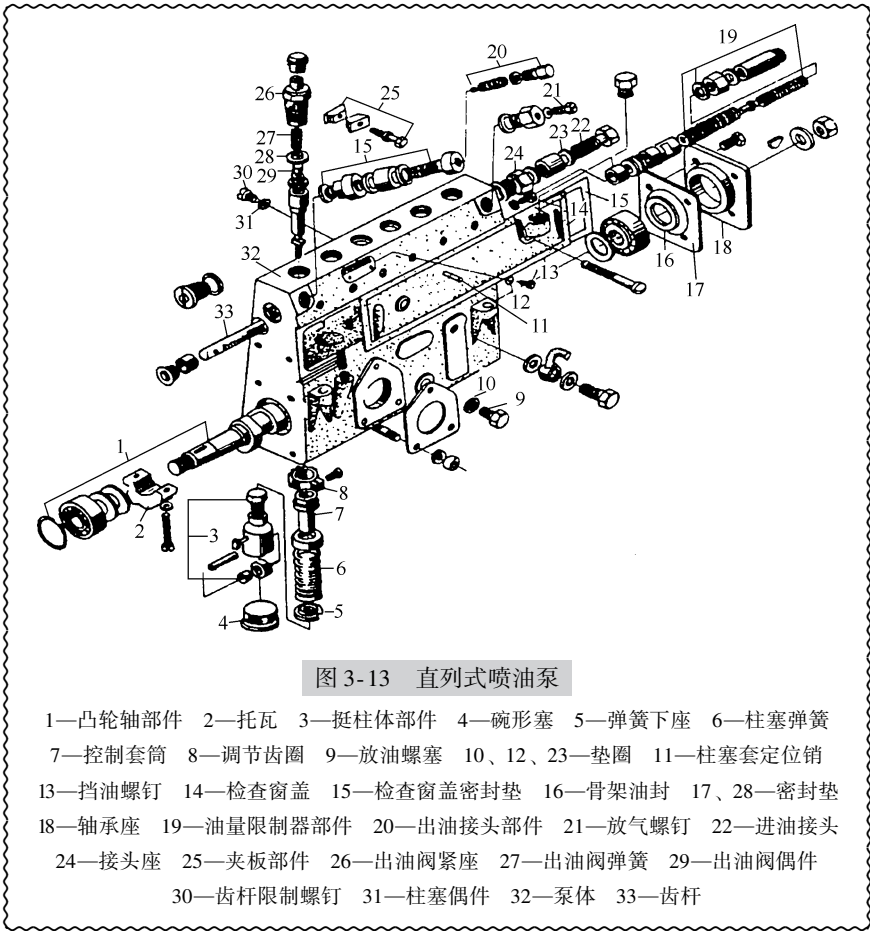

图 3-13 直列式喷油泵
(1) 喷油泵的分解 直列式喷油泵的分解如图 3-13 所示。